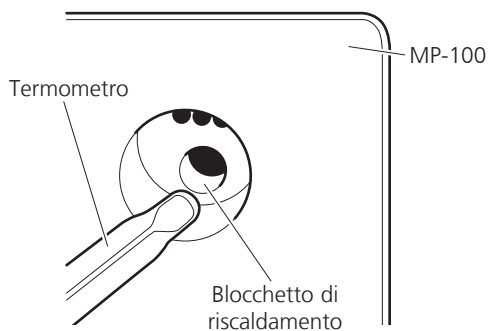

Fig 3
4. Inserire il bulbo del termometro ad alcool non tossico nel foro ricavato sul lato del blocchetto di riscaldamento (v. Fig. 3) e appoggiarne l'altra estremità nella scanalatura sulla destra dell'apparecchio.